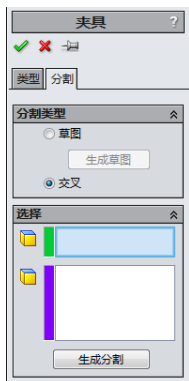
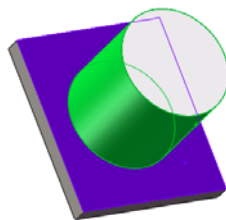

图 14-18 交叉分割方式
图 14-19 分割面和被分割面
- 交叉分割：用于分割两个实体间的接触面，对话框如图 14-18 所示。在模型区选择两个接触的面，如图 14-19 所示，选择圆柱面为分割面，选择平板面为要分割的面，单击【生成分割】按钮，平板面被分割。